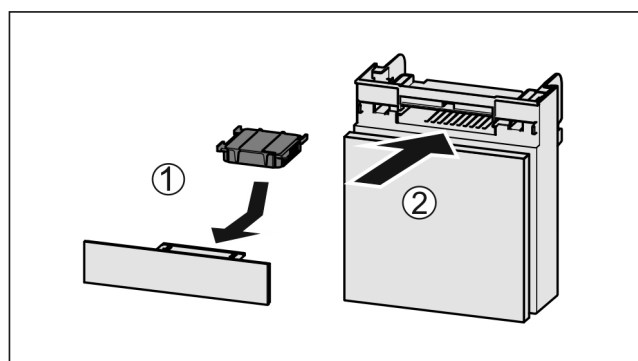

Fig. 129
- Umetnite filter s aktivnim ugljenom kao što je prikazano na slici Fig. 129 (1).
- Umetnite pretinac Fig. 129 (2).